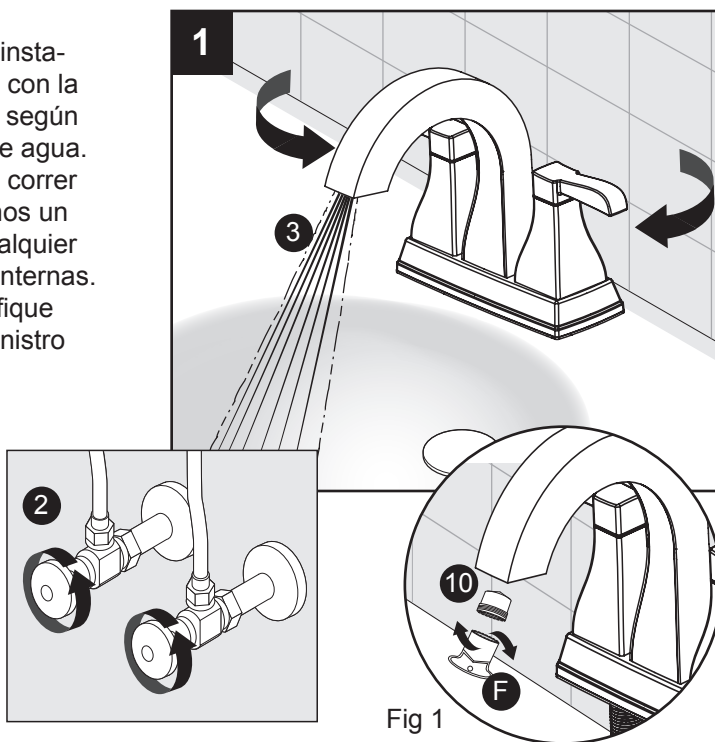

Fig 1
2. Asegúrese de que el empaque (B) esté en la parte inferior del nuevo grifo (A). Coloque el grifo (A) a través de los orificios de montaje del fregadero. Fije el ensamblaje del grifo (A) al fregadero con las arandelas (C) e instale las tuercas (D) provistas. Ajuste las arandelas (C) e instale las tuercas (D) en el fregadero y gírelas con la mano para apretarlas, como se muestra en la Fig 1.
Importante: una vez completada la instalación, retire el aireador (10) del grifo con la herramienta de aireación incluida (F) según la Fig. 1 para enjuagar las tuberías de agua. Abra el suministro de agua (2) y deje correr el agua fría y caliente durante al menos un minuto cada una (3). Esto elimina cualquier residuo que pueda dañar las piezas internas. Mientras el agua está corriendo, verifique que no haya pérdidas. Cierre el suministro de agua y reemplace el aireador.